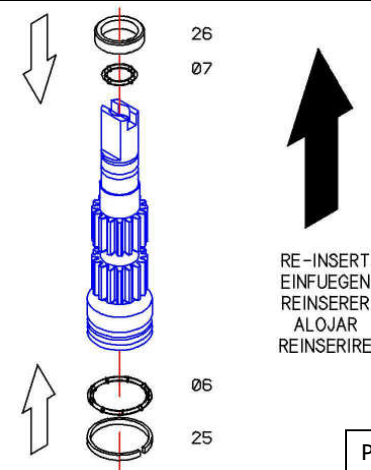

Рис. 27
**7** - Надеть на приводной стержень новые детали: верхний уплотнитель стержня (дет. 26), кольцо O-ринг (детали 06 и 07), нижний уплотнитель стержня (дет. 25), и вставить стержень в корпус привода, см. Рис. 27.